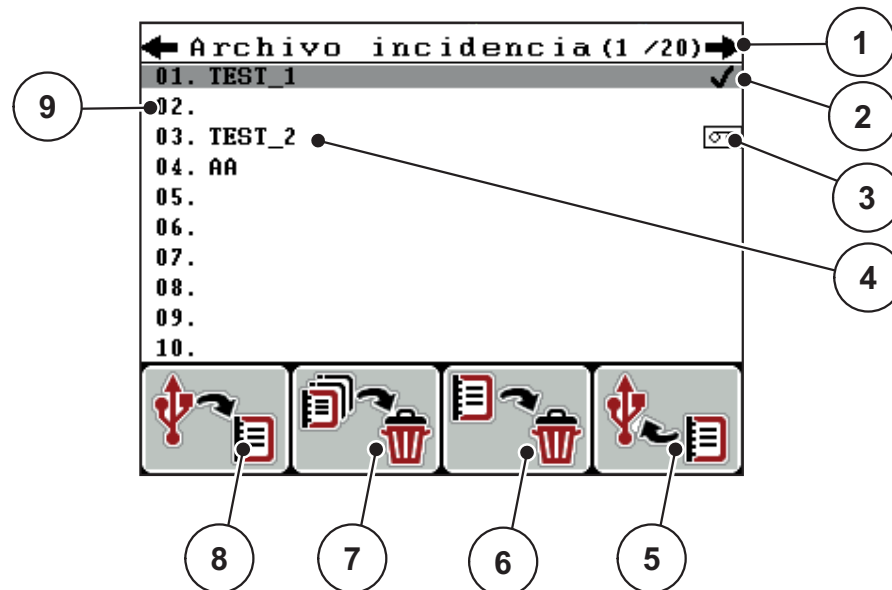

Imagen 4.22: Menú Archivo de incidencias
2. Pulsar la tecla de función **F1** (véase Imagen 4.22).
2. Pulsar la tecla de función **F4** (véase Imagen 4.22).
3. Pulsar la tecla de función **F3** bajo el símbolo **Borrar** (véase Imagen 4.22).
2. Pulsar la tecla de función **F2** bajo el símbolo **Borrar todos** (véase Imagen 4.22).